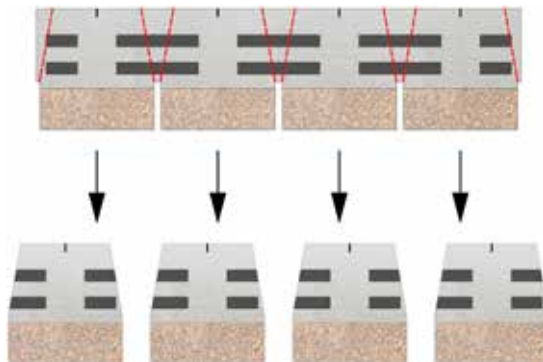

Рис. 17 Изготовление угловых элементов для отделки внешних углов.
8.2.6 В случае отделки внешних углов при помощи угловых элементов их необходимо вырезать из самой фасадной плитки (рис. 17).